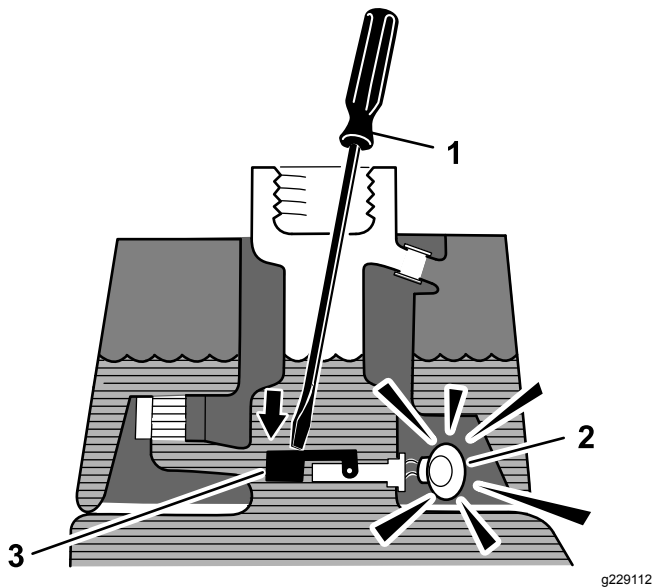

Bild 47
3. Stecken Sie eine saubere Stange oder einen Schraubenzieher in den Einfüllstutzen des Behälters und drücken Sie den Schwimmerschalter (Bild 47) leicht nach unten. Der Alarm sollte nach einer Sekunde ertönen.